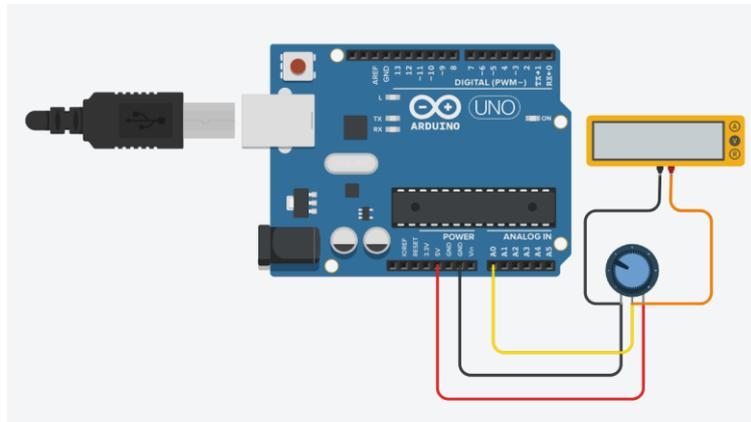

Figura 6. Diagrama de conexión de potenciómetro a tarjeta Arduino.
- 1) Armar en TinkerCAD el circuito mostrado en la figura 6, usando una Arduino UNO, voltímetro, potenciómetro de 20 k y cables de conexión.